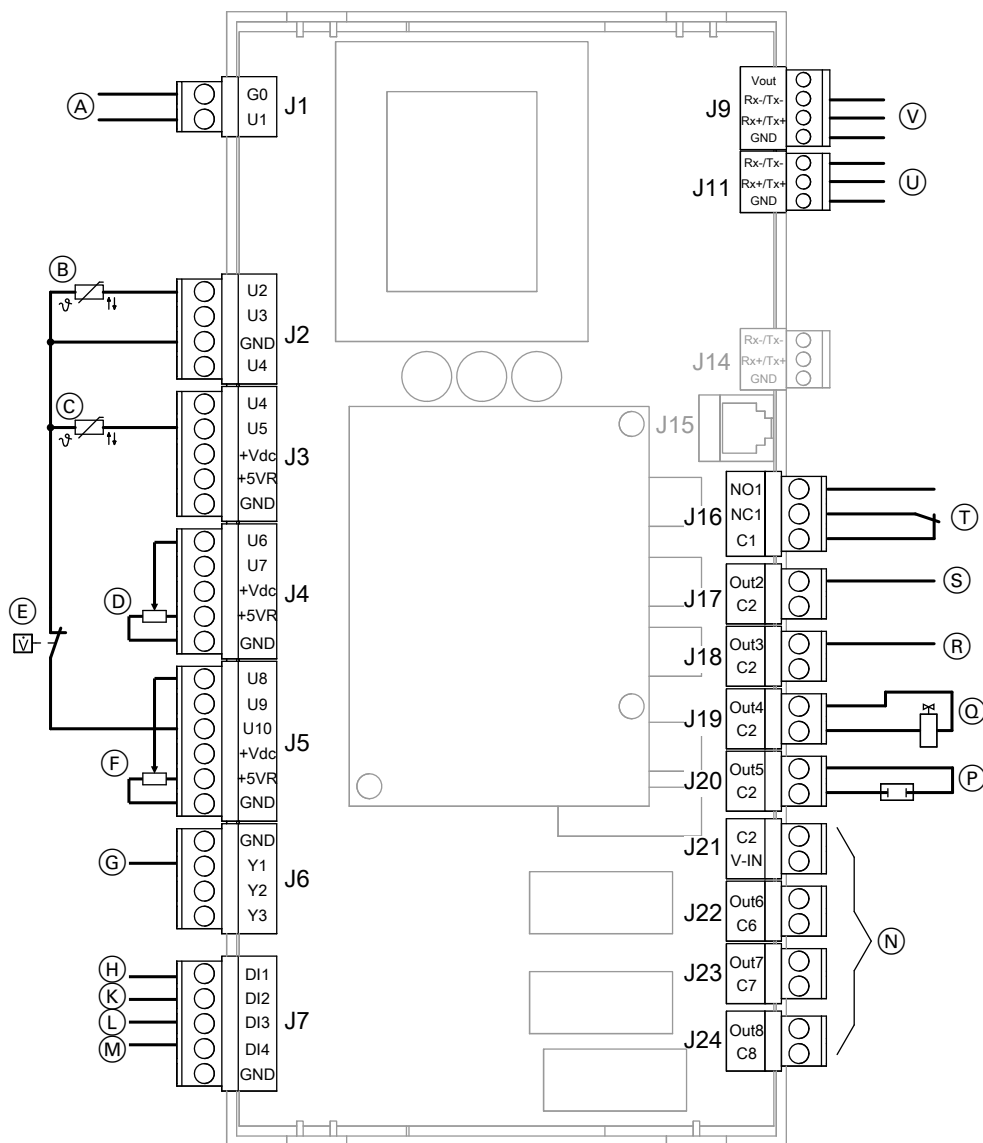

Abb. 80
- Ⓓ Modbus-Verbindungsleitung zur Reglerleiterplatte, Anschluss Ⓟ in Abb. 80